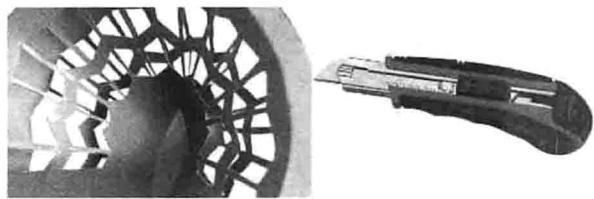

图1-21 纸质模型及制作刀具
□ 纸质模型：纸质材料是一种极为常见的制作材料，它具有来源广泛、易加工成型、制作简单、简易方便等特性。常见的有各种克数的卡纸、瓦楞纸、包装纸、厚度不同的泡沫夹心纸板等。纸质模型及其制作工具，如图1-21所示。